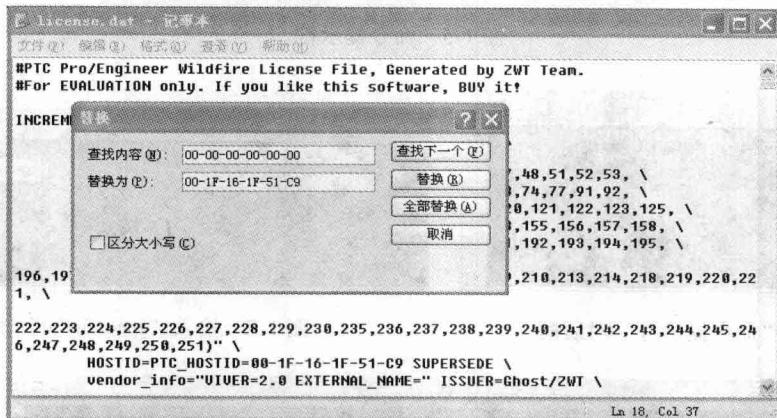

图 1-10 替换物理地址
(7) 将原来的“xx-xx-xx-xx-xx-xx”替换成刚才你记下的本机物理地址“xx-xx-xx-xx-xx-xx”，单击“全部替换”，保存后退出，如图 1-10 所示。